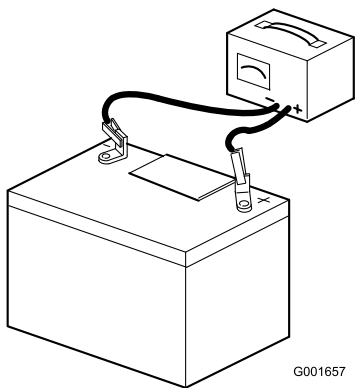

Figure 41
2. Quand la batterie est chargée au maximum, débranchez le chargeur de la prise, puis débranchez les fils du chargeur des bornes de la batterie (Figure 41).